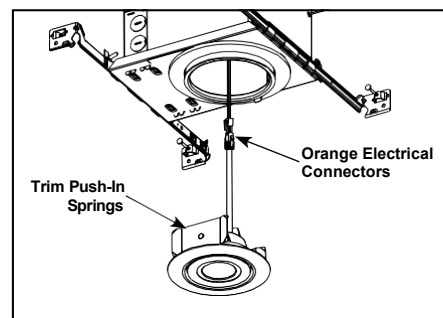

Figure 8
After ceiling is finished and painted, remove and discard paint shield from fixture. Electronically connect the trim to the wiring from the housing using the orange connectors. For adjustable trims orient trim as desired for proper aiming. Install trim into housing utilizing the trim push-in springs (Fig. 8).
Step 1. Remove trim from fixture (Fig. 8).
Después de que el cielorraso esté terminado y pintado, retire y deseche el protector de pintura del artefacto. Conecte electrónicamente la moldura al cableado desde la carcasa utilizando los conectores naranjas. Para molduras ajustables, oriente la moldura como desee para colocarla en la posición correcta. Instale la moldura en la carcasa usando los muelles empotrables (Fig. 8).
Paso 1. Retire la moldura del artefacto (Fig. 8).